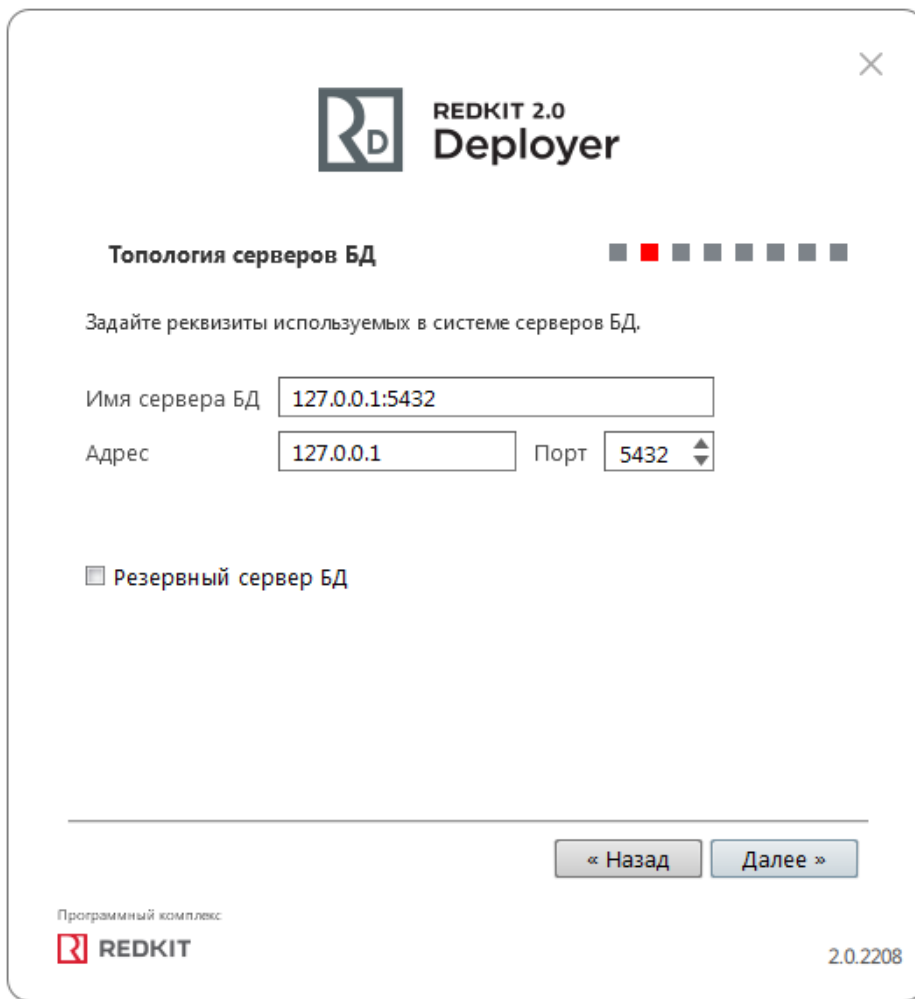

Рисунок 116 - Топология серверов БД
5. В топологии серверов БД оставьте настройки по умолчанию и нажмите **Далее** (Рисунок 116).